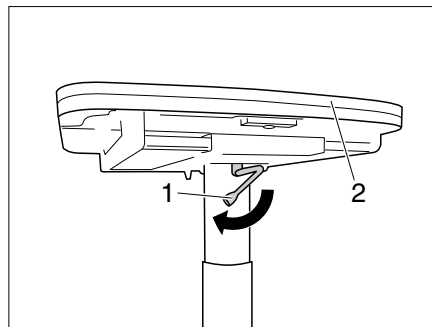

Fig. 107 Abaisser la table
- Basculer le levier de verrouillage (Fig. 107,1) vers la gauche. Le verrouillage est ouvert.
- Presser vers le bas le plateau de table (Fig. 107,2) au centre et le maintenir enfoncé.
- Basculer le levier de verrouillage (Fig. 107,2) vers la droite. La table à hauteur réglable est verrouillée.